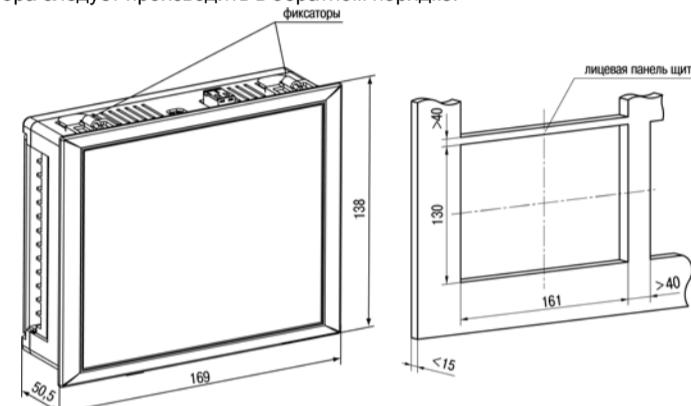

Рисунок 5 – Габаритные размеры корпуса Щ7
- Подготовить на щите управления место для установки прибора (см. рисунок 5).